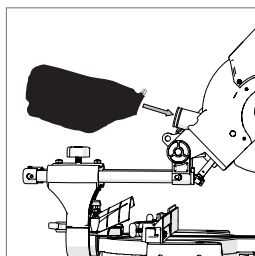

Fig. 41
- Spostare il sacco raccogli-polvere sul bocchettone di aspirazione e accertarsi che la staffa di attacco a molla si innesti sul supporto e il sacco raccogli-polvere sia saldamente in posizione. **(Fig. 41)**